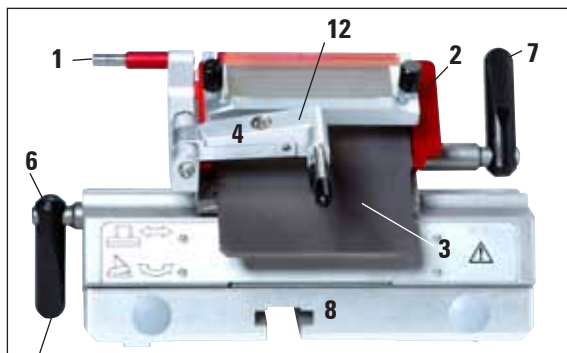

Fig. 12
- Ejetor de lâmina (1) e protetor de faca (2)
- Ajuste do ângulo de incidência com chave Allen de 4 mm (ver 5, Fig. 12, à esquerda do porta-lâmina) - ângulo recomendado de 2° a 5°
- Alavanca (6) para movimento lateral (deve apontar para cima para permitir o desvio ininterrupto do apoio para o dedo)
- Alavanca (7) para fixação da lâmina
1. Para liberar o arco de segmento (1) da base, use uma chave Allen de 4 mm para afrouxar o parafuso no ajuste do ângulo de incidência (2) e remova o arco do segmento (1) da base do porta-lâmina.
2. Dobre o sistema anti-roll (3) para a esquerda usando a alavanca (4).
3. Abra a alavanca de fixação (5) girando-a no sentido anti-horário.
4. Segure a placa de pressão (6), e remova o parafuso (7).
5. Em seguida, a placa de pressão (6) pode ser removida para limpeza (com álcool).
6. Para remover a parte superior (8) a partir do arco de segmento (2), solte a alavanca de fixação do porta-lâmina (6, Fig. 12) ao girá-lo no sentido horário e puxá-lo para fora. O porta-lâmina pode agora ser movido para as laterais até que deslize para fora do arco de segmento.